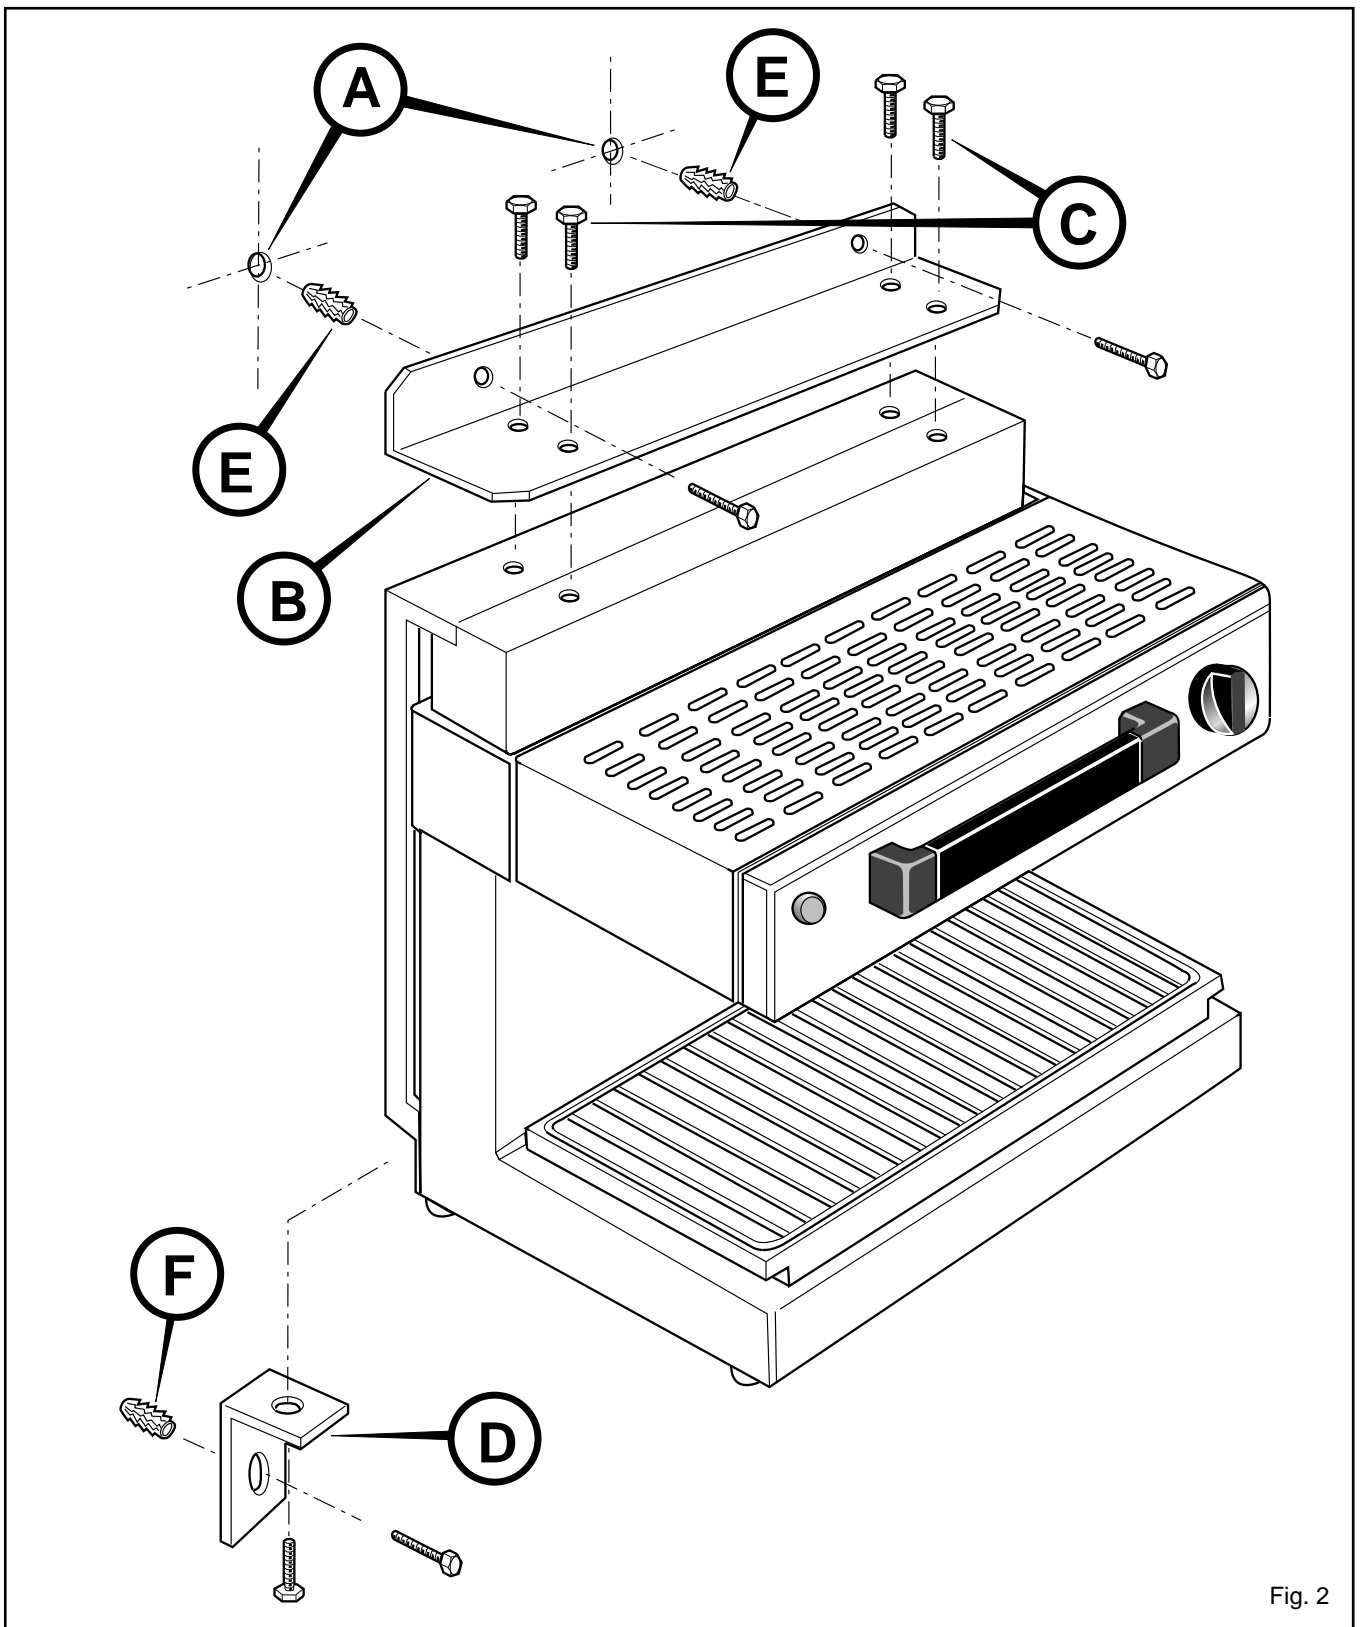

Fig. 2
2.4 INSTALLATION CONTRE UN MUR (fig. 2)
- effectuer les perçages **A** (fig.2) sur le mur en utilisant un niveau à bulle et le support **B** comme gabarit pour marquer les points de perçage;